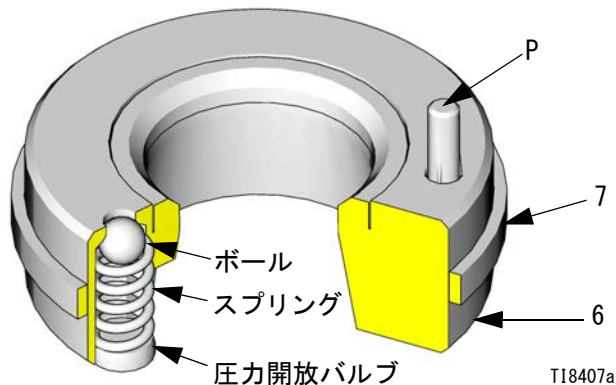

図 6. インレットシート、圧力開放バルブ付き
4. 開放バルブインレットシート (6) を、図 4 と 図 5 に示されているように、インレットハウジング (15) の左側に取り付けます。(下部ハウジングに铸込まれたテキストにより開放バルブシート用の正しい位置を特定できます。) シート上のピン (P) はハウジングの方向を指している必要があります。ピンがシートの位置を制限し、通気口がハウジングの一部によって遮られないことを確実にします。図 6 を参照してください。